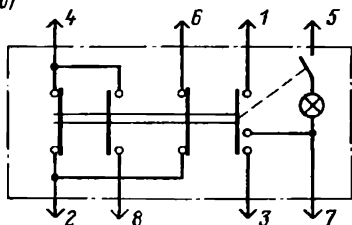

Рис. 201. Выключатель аварийной сигнализации:
**Выключатель аварийной сигнализации 24.3710** (рис. 201) служит для включения в одновременную работу всех указателей поворотов автомобиля в мигающем режиме. Под пластмассовой ручкой 2 (см. рис. 5) с кнопкой красного цвета смонтирована лампа А12-0,8-1. При проверке выключателя следует пользоваться схемой коммутации, приведенной на рис. 201.